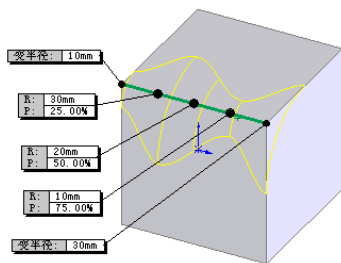

图 3-90 设置变半径圆角预览效果
**07** 设置视图中圆角半径值。单击图中的左边的 P1 点, 将其半径设置为 30mm。重复此命令, 将 P2 点处设置半径值为 20mm, 将 P2 点处设置半径值为 10mm, 如图 3-90 所示。在变半径的过程中, 要注意“附加的半径”一栏相应的变化。